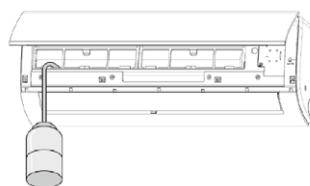

Fig. 23 -
- Om de afvoer te controleren, giet u water in de condensafvoerbak ("Fig. 23 -").